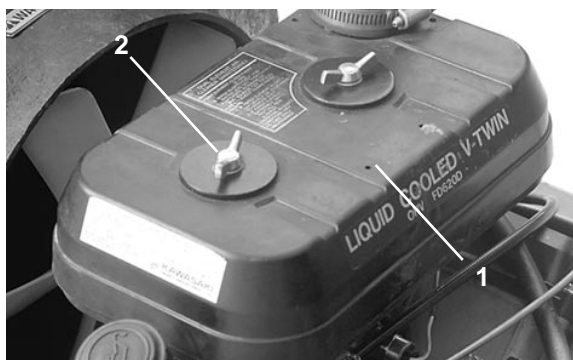

Figure 19
1. Enlever les écrous papillons qui fixent le couvercle du filtre à air et déposer ce dernier (Fig. 19). Nettoyer soigneusement le couvercle.